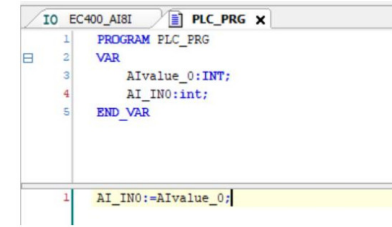

图 9 程序代码
- 5) 采用 ST 编程语言编程, 在“PLC_PRG”文件中定义映射变量 AValue_0 和变量 AI_IN0, 把映射变量 AValue_0 的值赋值给 AI_IN0, 如图 9。